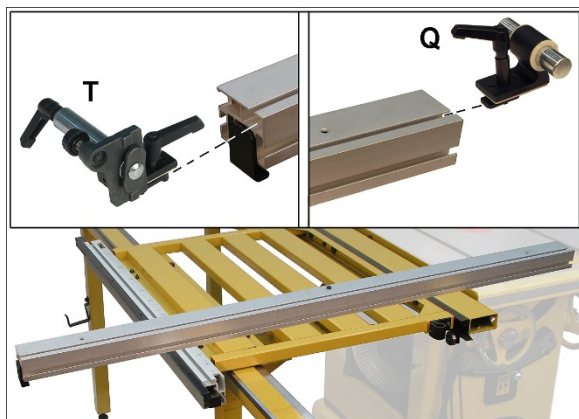

Рисунок 7-24
2. Положите упор на стол шкалой вверх. Затем переверните его вперед так, чтобы два наружных отверстия были направлены вверх. См. рисунок 7-24.
3. Установите на упор фиксатор угла (Т, рисунок 7-24), вставив Т-образную гайку в паз упора. Сдвиньте фиксатор угла примерно на 30 см от левого конца упора.
4. Установите на упор поворотную опору (Q, рисунок 7-24) и расположите ее на расстоянии примерно 45 см от правого конца упора.